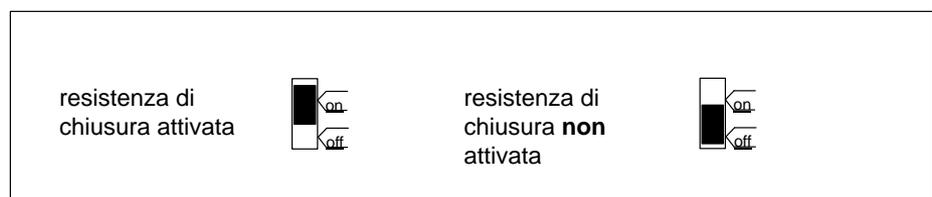

Figura 3-17 Connettore di bus (6ES7 ...): resistenza terminale di chiusura attivata e non attivata
3. Se il connettore con il numero d'ordinazione 6ES7 ... si trova all'inizio oppure alla fine di un segmento, occorre attivare la resistenza di chiusura (posizione del commutatore "ON") (vedere figura 3-17).